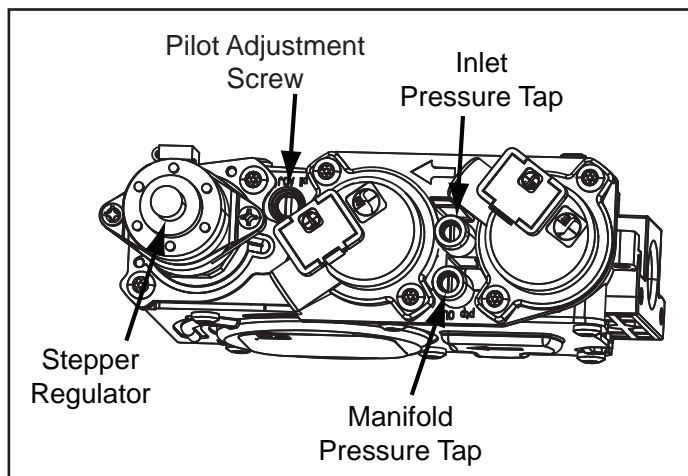

Figure 32: Diagramme de Vanne de Gaz
- Retirez le moteur pas à pas existant à l'aide d'un tournevis T20 (voir Figure 32).